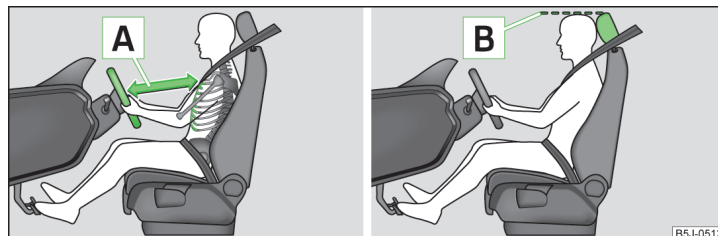

Fig. 1 Distanța corectă dintre șofer și volan / Tetieră corect reglată
- ✓ Reglați volanul astfel încât distanța **A** dintre volan și torace să fie de cel puțin 25 cm » fig. 1. Reglarea volanului » pagina 8, *Reglarea poziției volanului*.
- ✓ Reglați tetiera astfel încât marginea superioară a tetierei să se afle, pe cât posibil, la aceeași înălțime cu partea superioară a capului dumneavoastră **B** » fig. 1 la pagina 7 » pagina 7.
- ✓ Reglați tetiera astfel încât marginea superioară a tetierei să se afle, pe cât posibil, la aceeași înălțime cu partea superioară a capului dumneavoastră **[B]** » fig. 1 la pagina 7 » pagina 7.